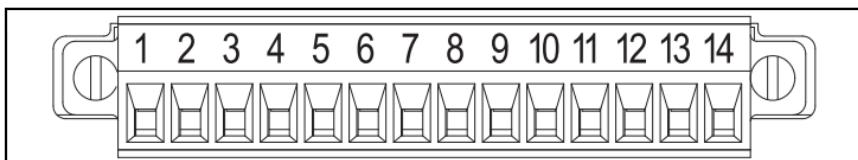

Рис. 9: Назначение/идентификация контактов на разъеме для аксессуаров
1. При установке комплекта аксессуаров для распределительной коробки автомобильного комплекта MTP6000 обратите внимание на назначения контактов и нумерацию на разъеме для аксессуаров (см. Рис. 9 и Табл. 1 ниже).